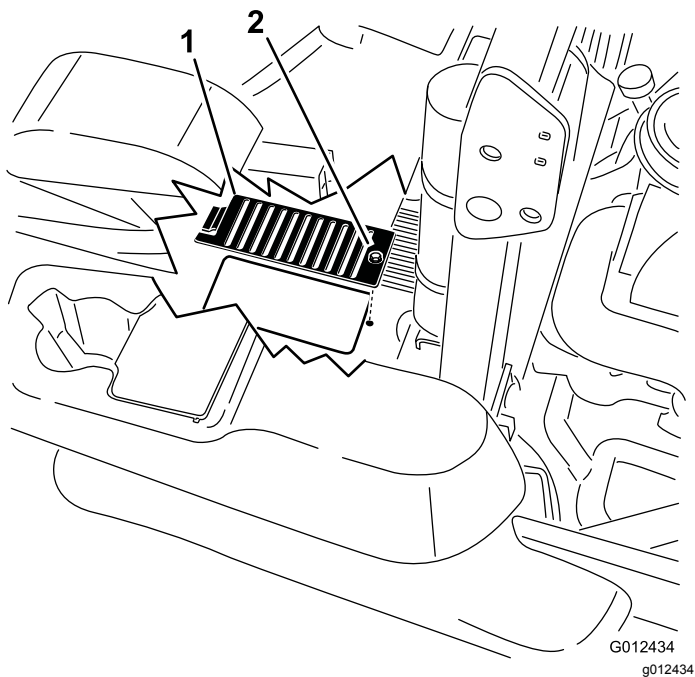

Figura 78
6. Por cima de cada vareta, retire a cobertura e o parafuso preso à cobertura. Limpe em torno de cada vareta e unidade hidráulica (Figura 78).